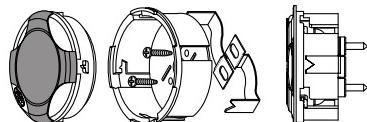

**Figure 1**
- Die beste Integration zwischen Mitteltöner und Hochtöner wird erzielt, wenn der Hochtöner höchstens 5 cm vom Mitteltöner entfernt platziert wird (Abbildung 1).
- Wenn möglich, den Hochtöner direkt über oder unter dem Mitteltöner platzieren, da dies die Darstellungsfähigkeit (Punktquelle) des Lautsprechers maximiert (Abbildung 1).